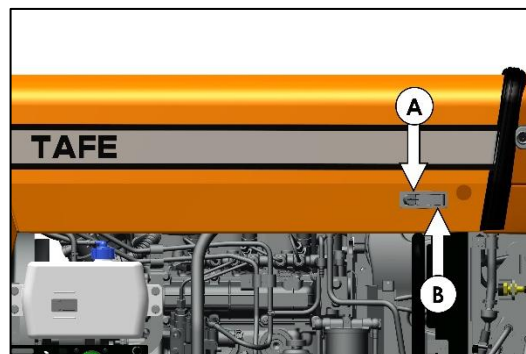

Fig. 147 – HET OPENEN VAN DE MOTORKAP
- Om de motorkap te openen, draai de sleutel (Item A in Fig. 147) linksom, druk op de vergrendeling (Item B in Fig. 147) en til de motorkap vervolgens linksom omhoog.